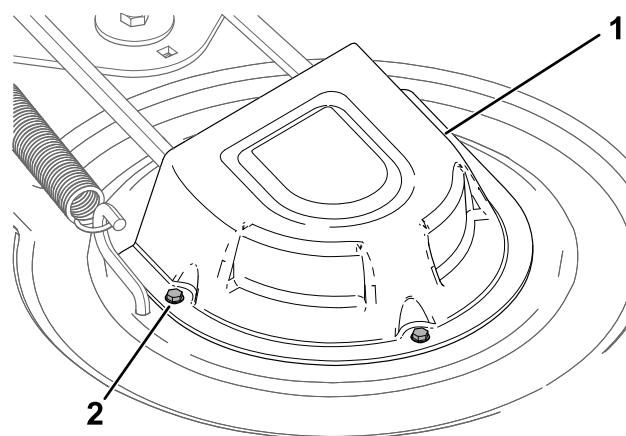

Figure 53
4. Desserrez les vis et déposez le couvercle des poulies (Figure 53).